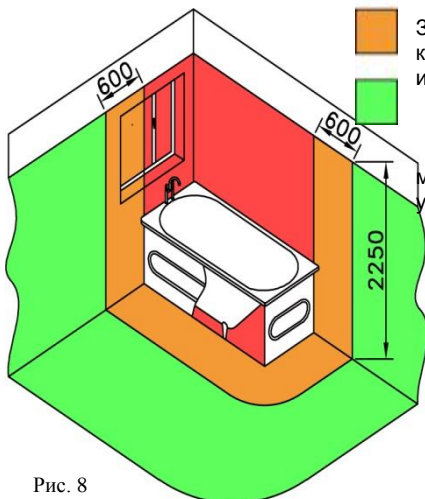

Рис. 8
**12** Руководство по размещению светильников в ванной комнате Рис. 8 и 9